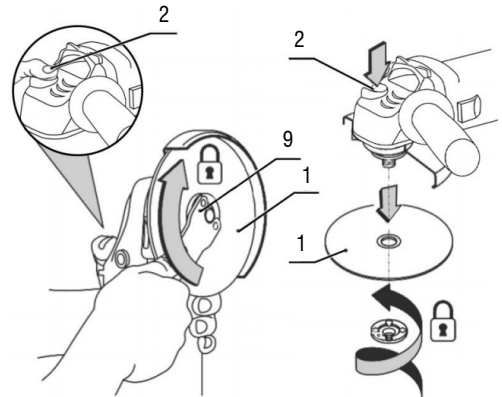

Fig. 7 – Substituição do disco
2. Pressione o botão trava do eixo (2);
3. Solte a porca com a chave (9);
4. Retire o disco (1), conforme a fig. 7;